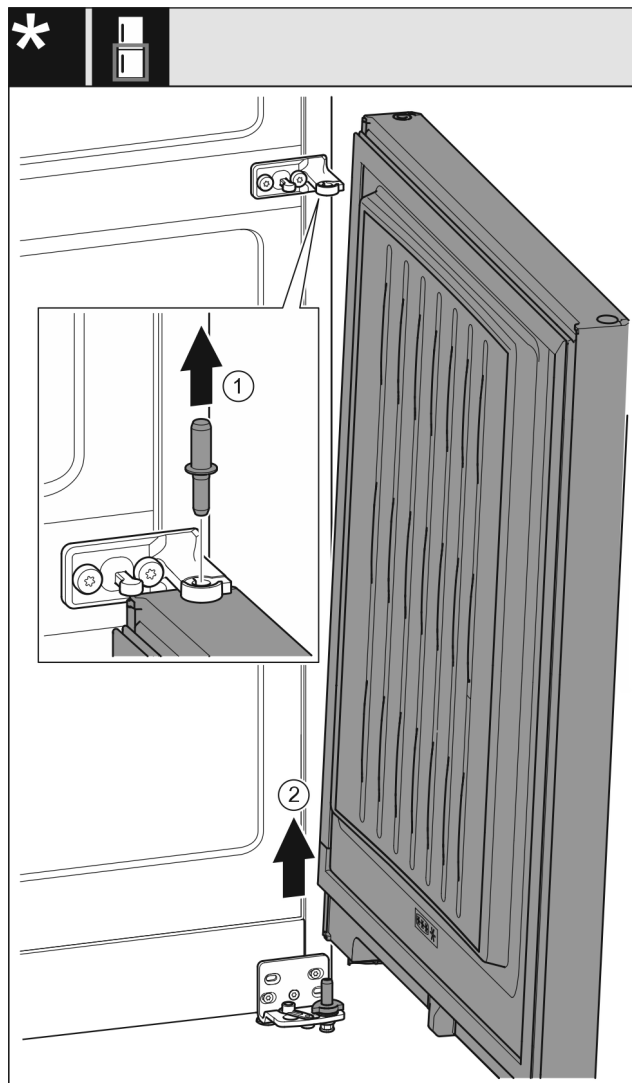

Fig. 8
- Estrarre il perno verso l'alto. Fig. 8 (1)
- Aprire la porta, tirarla verso l'alto e metterla da parte. Fig. 8 (2)